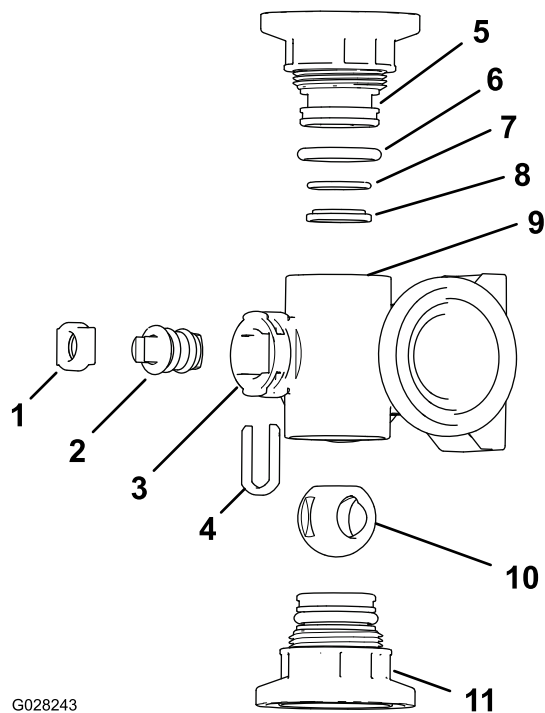
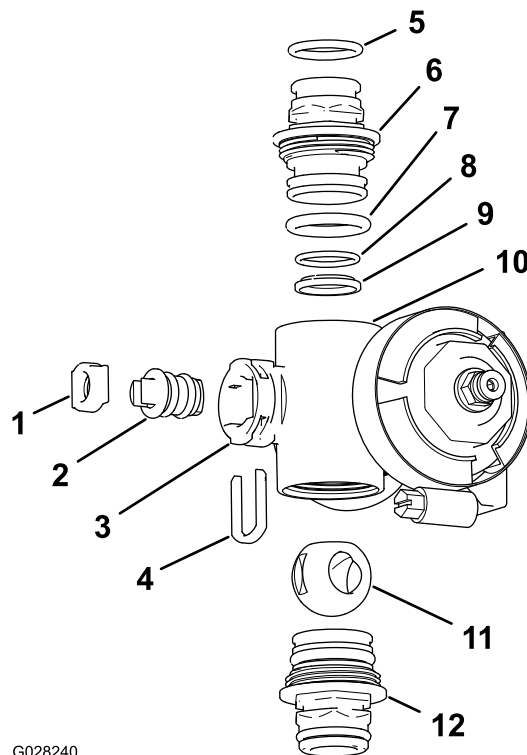

Figura 114
Figura 115
2. Retire o conjunto das duas uniões de cada extremidade do corpo do coletor (Figura 114 e Figura 115).
4. Retire a fixação da haste das ranhuras na porta da haste no coletor (Figura 114 e Figura 115).
5. Retire a fixação da haste e o encaixe da haste da válvula do coletor (Figura 114 e Figura 115).
6. Do corpo do coletor, retire o conjunto da haste da válvula (Figura 114 e Figura 115).
1. Verifique o estado dos anéis de retenção da união de saída (apenas coletor da válvula de secção), dos anéis de retenção do tampão, dos anéis de retenção de encaixe posterior, do encaixe da esfera para ver se há danos ou desgaste (Figura 114 e Figura 115).
2. Aplique lubrificante de silicone na haste da válvula e insira-a no encaixe da haste da válvula (Figura 114 e Figura 115).
3. Instale a haste da válvula e o encaixe no coletor e fixe a haste e o encaixe com a fixação da haste (Figura 114 e Figura 115).
4. Certifique-se de que o anel de retenção de encaixe posterior e o encaixe da esfera estão alinhados e encaixados na união do tampão (Figura 114 e Figura 115).
5. Instale o conjunto da união do tampão no corpo do coletor até a flange da união do tampão tocar no corpo do coletor (Figura 114 e Figura 115); depois rode a união do tampão mais 1/8 a 1/4 de volta.